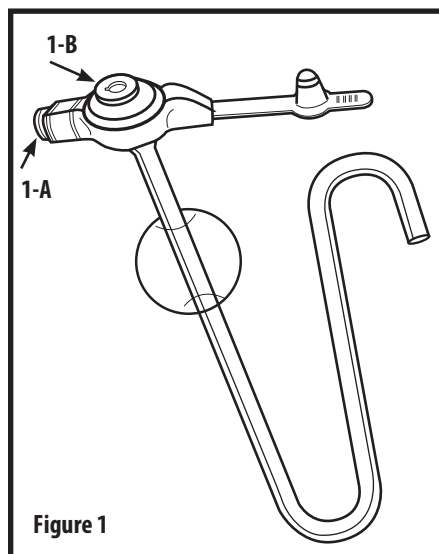

Figure 1
2. С помощью 6-мл шприца Люэра, поставляемого в комплекте, наполните баллон 5 мл стерилизованной или дистиллированной водой через разъем баллона (рис. 1-A).
4. С помощью шприца Люэра прогоните воду сквозь еюнальный разъем (рис. 1-B) для проверки проходимости.